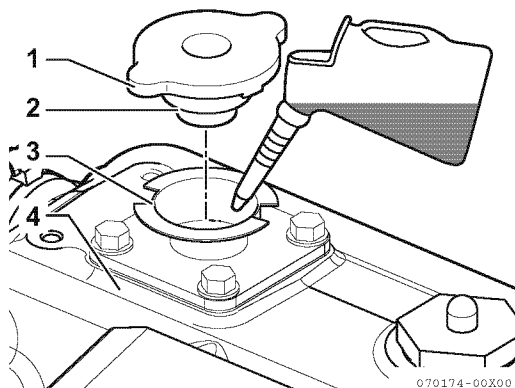

Figura 11
3. Abasteça o depósito lentamente com líquido de refrigeração (**Figura 11, (4)**) para evitar a formação de bolhas de ar. Encha até que o líquido de arrefecimento saia para fora do bujão de enchimento.
4. Alinhe as marcas do tampa~o de enchimento (**Figura 11, (1)**) com os entalhes do buja~o de enchimento (**Figura 11, (3)**) e aperte o tampa~o de enchimento (**Figura 11, (2)**) firmemente.